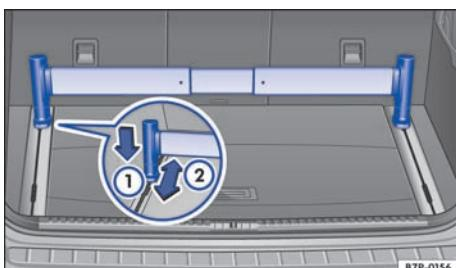

图 127 行李箱内：伸缩杆
- 将相应的支架向下按压 → 图 127 ① 并同时推到所需位置 ②。